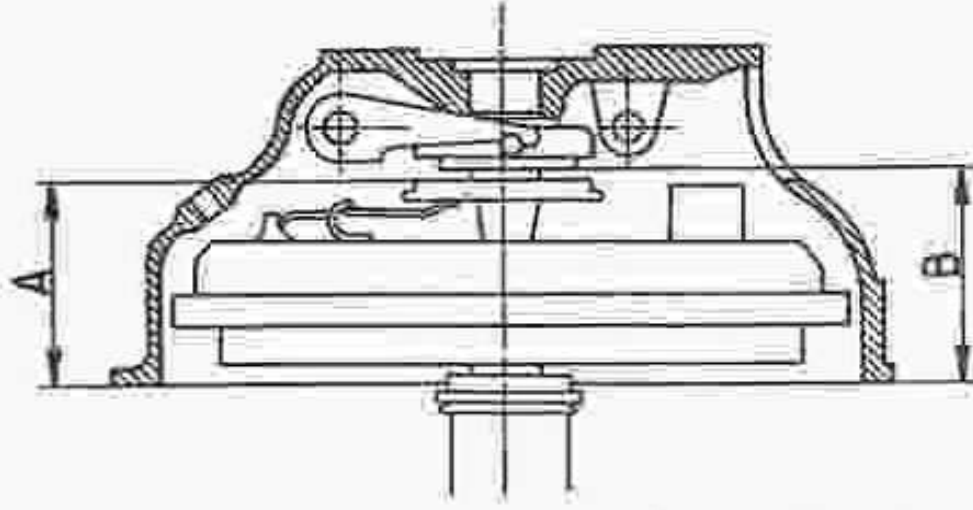

Fig. 6
• Mesurer la position de la bague de débrayage par rapport au plan d'assemblage moteur-Carter d'embrayage (cote A) (fig. 6).